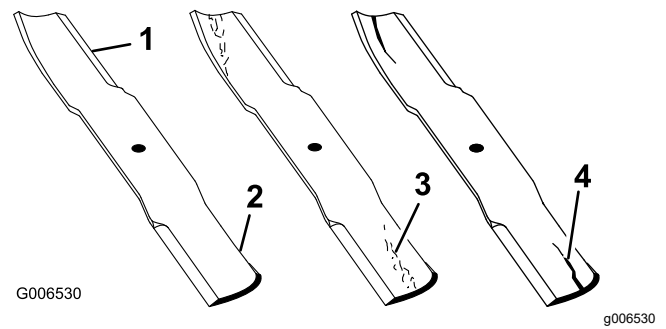

Bild 57
1. Untersuchen Sie die Schnittkanten (**Bild 57**).
4. Wenn Sie Risse, Verschleiß oder Rillenbildung in diesem Bereich feststellen, sollten Sie sofort ein neues Schnittmesser einbauen (**Bild 57**).